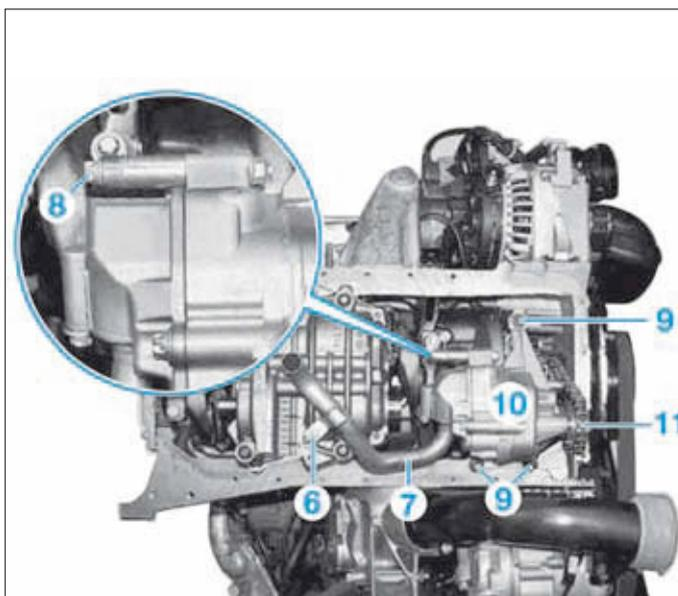

FIG. 19
- Déposer (Fig.19) :
- la vis (6),
- le tuyau (7),
- la vis (8),